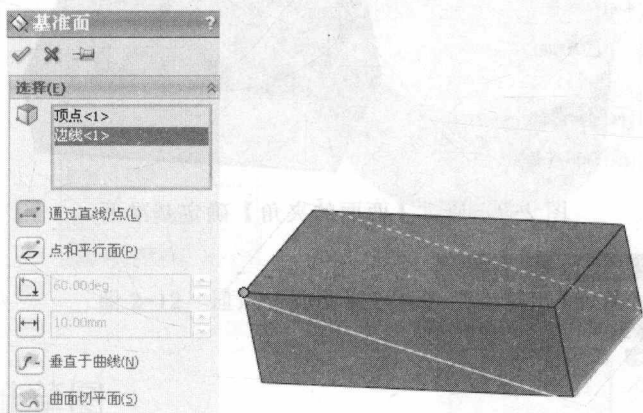

图 2-7 【通过直线/点】确定基准面
1) 【通过直线/点】，选择一个点和一条直线，这样就可以确定一个通过该点和该直线的基准面，如图 2-7 所示。